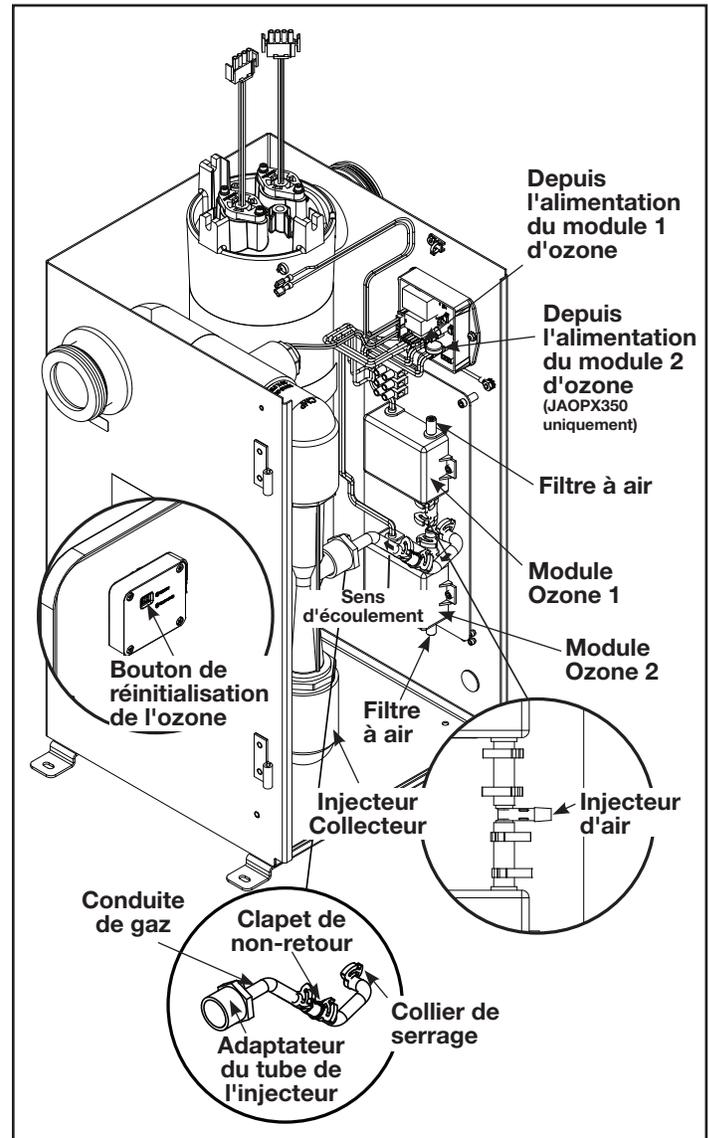

Figure 13. Modules d'ozone JAOPX200 / JAOPX350
8. Réinitialiser l'indicateur d'ozone en appuyant sur le bouton Réinitialiser l'ozone situé sur la porte intérieure derrière les témoins des LED d'état. Voir la Figure 13 Bouton de réinitialisation de l'ozone.
2. Desserrer les colliers de serrage aux deux extrémités de la conduite de gaz d'ozone. Retirer le tuyau des injecteurs d'air de l'adaptateur du tube de l'injecteur et de l'injecteur d'air de sortie d'ozone du module d'ozone (utilisé sur le modèle JAOPX200) ou de l'adaptateur en T (utilisé uniquement sur le modèle JAOPX350). Voir la Figure 13 Injecteur d'air.
3. Orienter la conduite de gaz d'ozone comme indiqué à la Figure 13 (noter en légende le sens d'écoulement), en veillant à ce que le gaz circule vers le collecteur de l'injecteur. Rebrancher sur les injecteurs d'air de l'adaptateur du tube de l'injecteur et de l'injecteur d'air de sortie d'ozone du module d'ozone (utilisé sur le modèle JAOPX200) ou de l'adaptateur en T (utilisé uniquement sur le modèle JAOPX350). Utiliser des pinces pour fixer tous les colliers précédemment retirés ou desserrés.